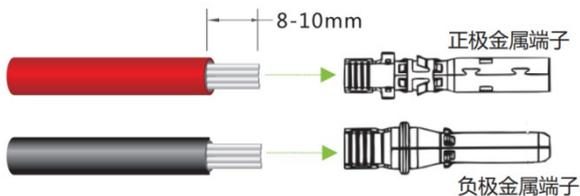

图 4-12 直流线缆剥线
- 在连接光伏组件电缆到逆变器之前，请参考图4-12，按如下步骤操作：